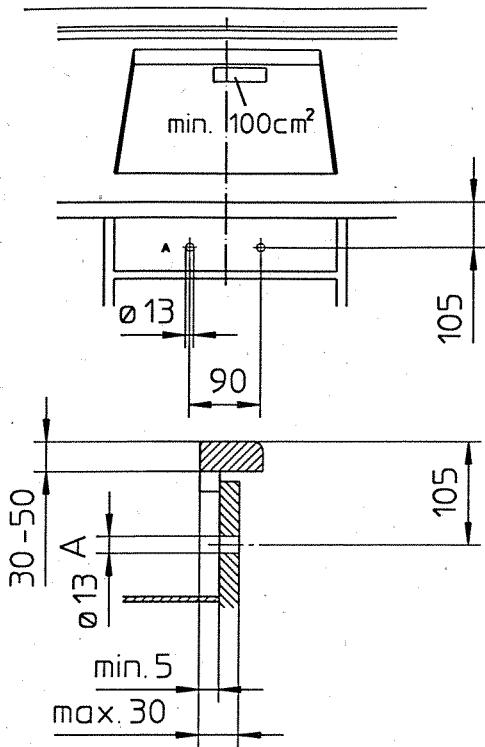

Fig. 4
3. Effettuare i fori **A** (ϕ 13 mm) per i riduttori nella parte anteriore del mobile sottostante seguendo la fig. 4 e la sagoma in dotazione. Osservare assolutamente una distanza di 105 mm tra il bordo superiore del piano di lavoro ed il centro del foro **A**.